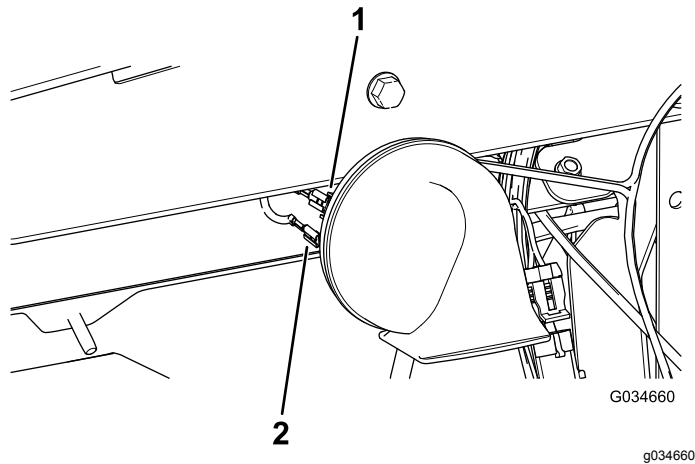

Figure 4
3. Branchez les 2 connecteurs femelles du faisceau de câblage principal dans les 2 connecteurs mâles de l'avertisseur sonore de 48 V (Figure 4).